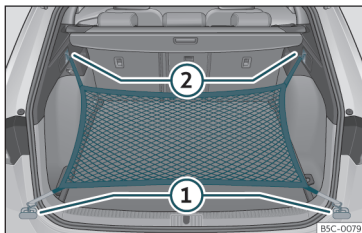

Abb. 117 Im Gepäckraum: Ösen (1) und Haken (2) zum Einhängen des Gepäckraumnetzes.
- Hängen Sie die kurzen Haken des Netzes in die Verzurrösen »» Abb. 117 (1) »» ⚠ ein. Der Reißverschluss des Gepäckraumnetzes muss dabei nach oben zeigen.
- Befestigen Sie die Spanngurte in den Taschenhaken (2).